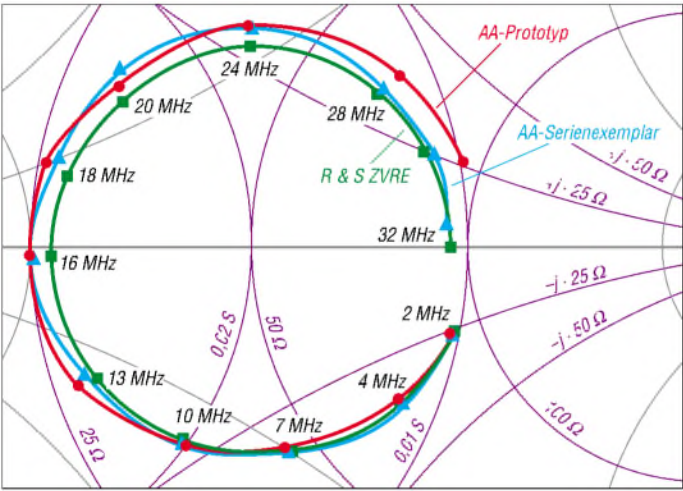

Bild 4: Messwerte zum Vergleich im auf 50 Ω normierten Smithdiagramm dargestellt; blau die aktuelle Version, grün der Sollwert, rot ein erster Prototyp
Wir hatten die Gelegenheit, die Messwerte des Antennenanalysators (AA) mit denen des professionellen Netzwerkanalysators R&S ZVRE zu vergleichen. Dazu wurden, wie in [4] beschrieben, 305 cm RG58 mit einem Fehlabschluss von 100 Ω bzw. 25 Ω vermessen. Die Ergebnisse für die Messung mit 100 Ω sind dem Smithdiagramm Bild 4 zu entnehmen.